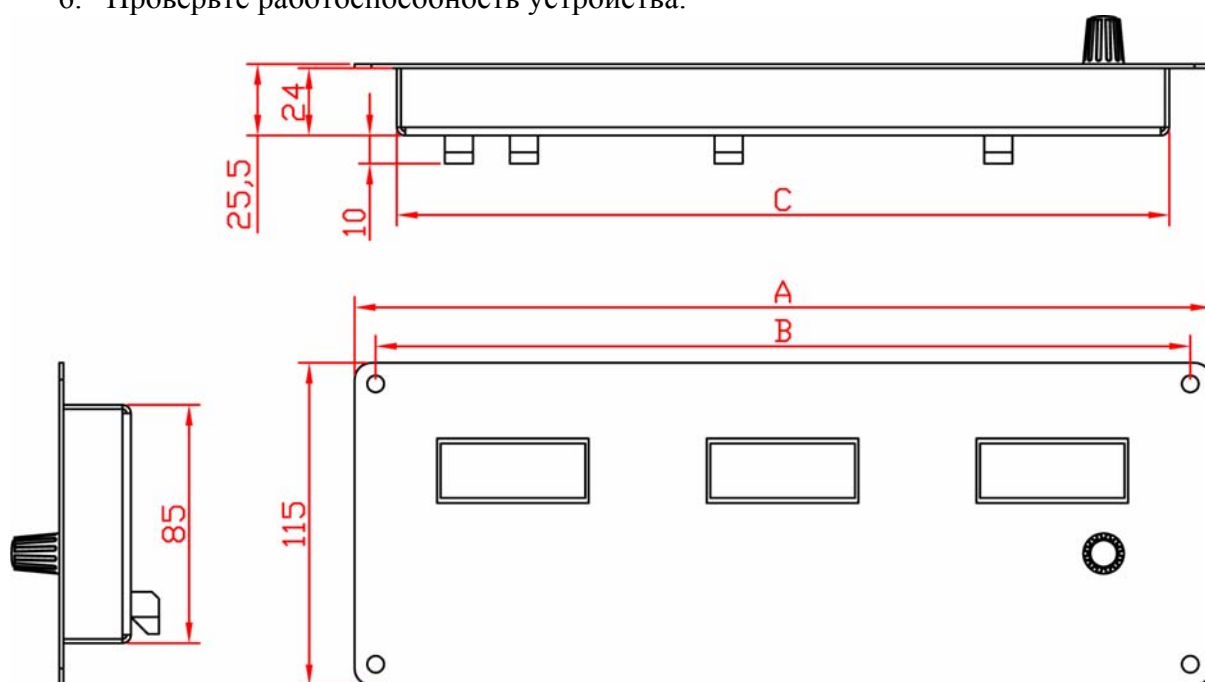

Рис. 5. Габаритный чертеж устройства.
2. Подготовьте вырез и крепежные отверстия для установки прибора в панели (см. рис. 5).